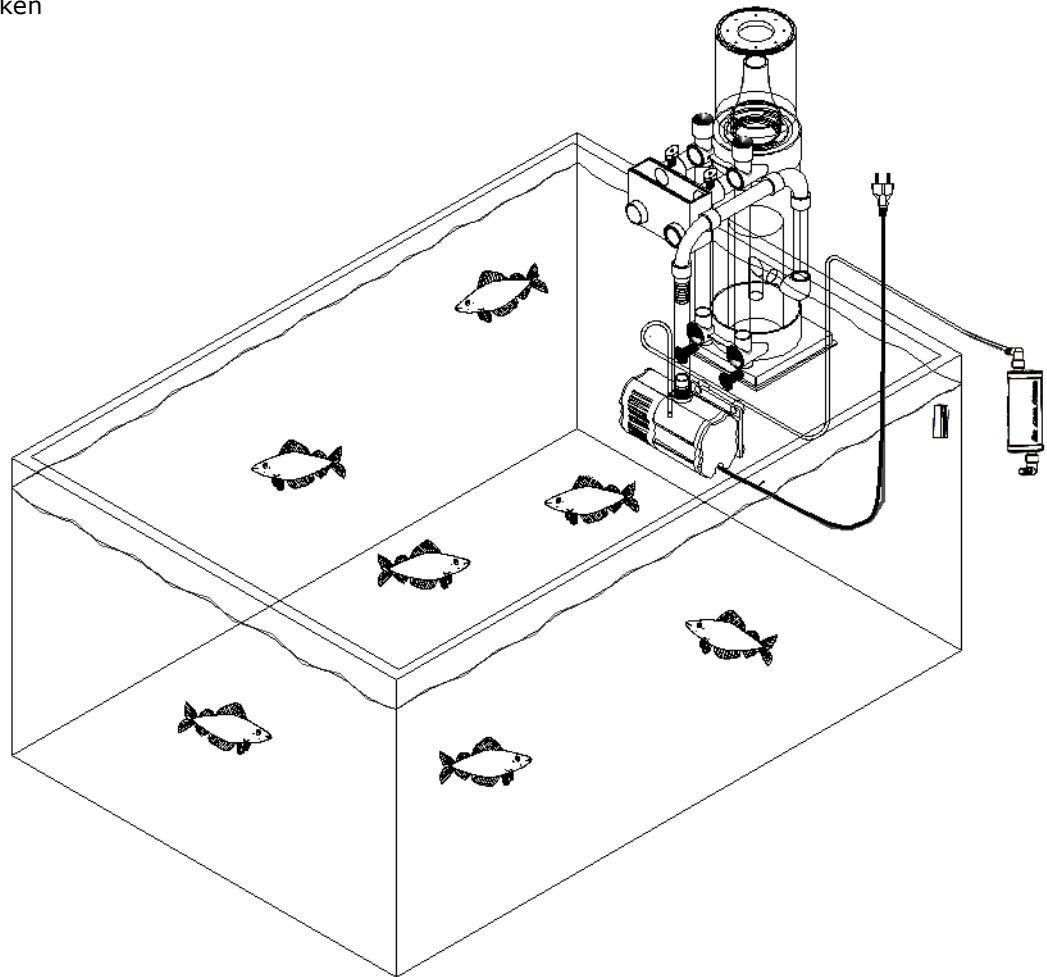

Abb. 3: Turboflotor Multi SL als Außenabschäumer, angehängt
1. Als Außenabschäumer außen an den Aquarienrand gehängt, „Hang on“ (Abb. 3/Abb. 4).
Aufstellung außen am Aquarienrand (Abb. 3)
Der Druckschlauch muss mit den Klemmclips gesichert werden. Jetzt kann der Abschäumer an der Aquarienscheibe ausgerichtet werden. Dazu werden die beiden Stellschrauben unten am Abschäumer so justiert, dass der Abschäumer fest am Aquarium anliegt. Es ist dabei von Vorteil, wenn der Abschäumer nicht 100% senkrecht steht, sondern um ca. 2% zum Aquarium geneigt ist (Abb. 3). Er liegt dann nicht nur besser an, es wird auch vermieden, dass Tropfwasser vom